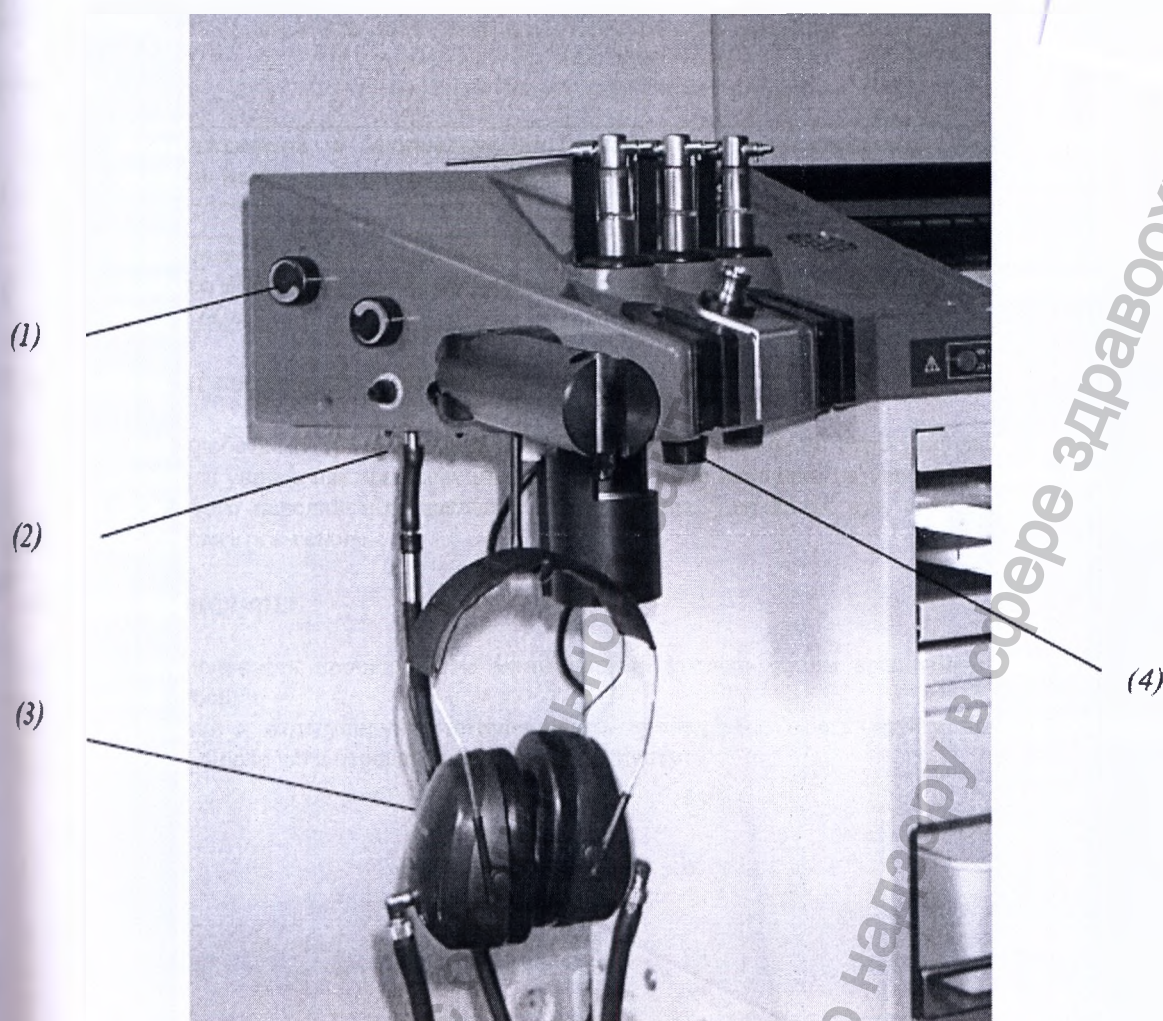

Рисунок 9: Устройство для массажа барабанной перепонки
*Перед тем как пациент наденет наушники, убедитесь, что интенсивность не слишком высокая. При необходимости уменьшите интенсивность с помощью вращающейся ручки (Рис. 9 (4)).*
(Рис. 9 (3)) Для удобства и правильного прилегания наушников можно отрегулировать высоту ушных накладок. Вытяните ушные накладки наушников и разместите накладки на ушах так, чтобы они плотно прилегали. Для этого передвигайте накладки вверх и вниз, удерживая при этом оголовье. Оголовье должно ровно прилегать к голове.
Установите интенсивность процедуры на минимальный уровень путем вращения ручки (Рис. 9 (4)) против часовой стрелки.
Наденьте наушники и отрегулируйте интенсивность процедуры. Отрегулируйте частоту воздушного насоса (Рис. 9 (1)), после чего передайте наушники пациенту.